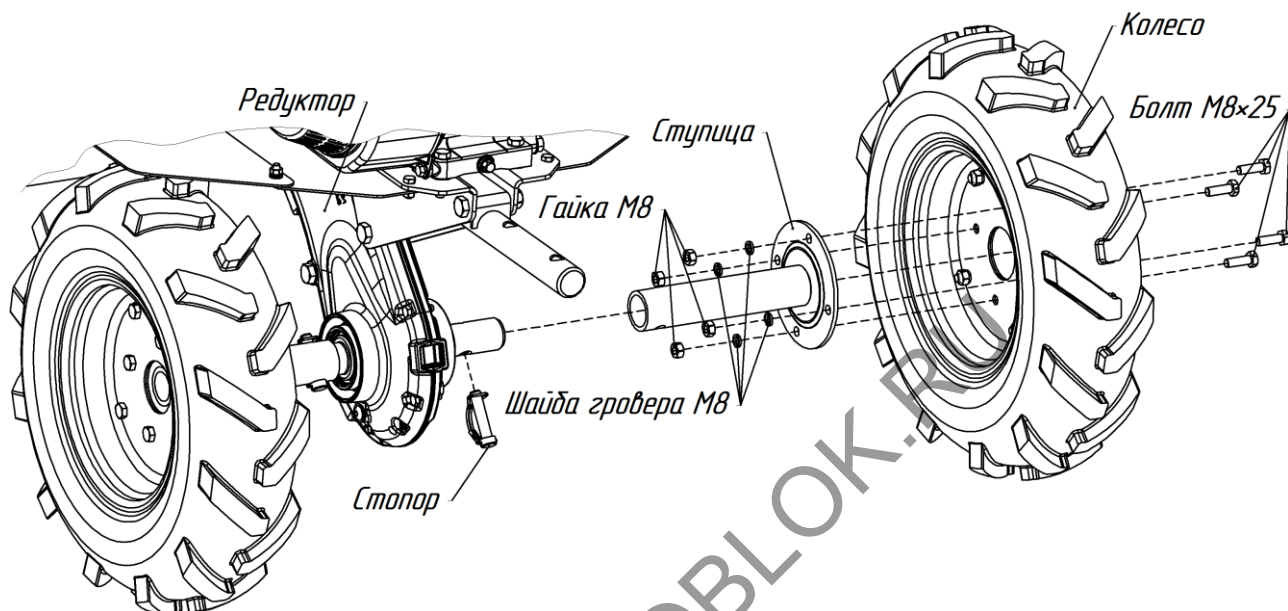

Рис.7 Схема установки колес
7. Установить колеса на полуоси редуктора, зафиксировав их стопорами. Стопора устанавливать спинкой (выгнутой частью) по ходу движения (рис.7).